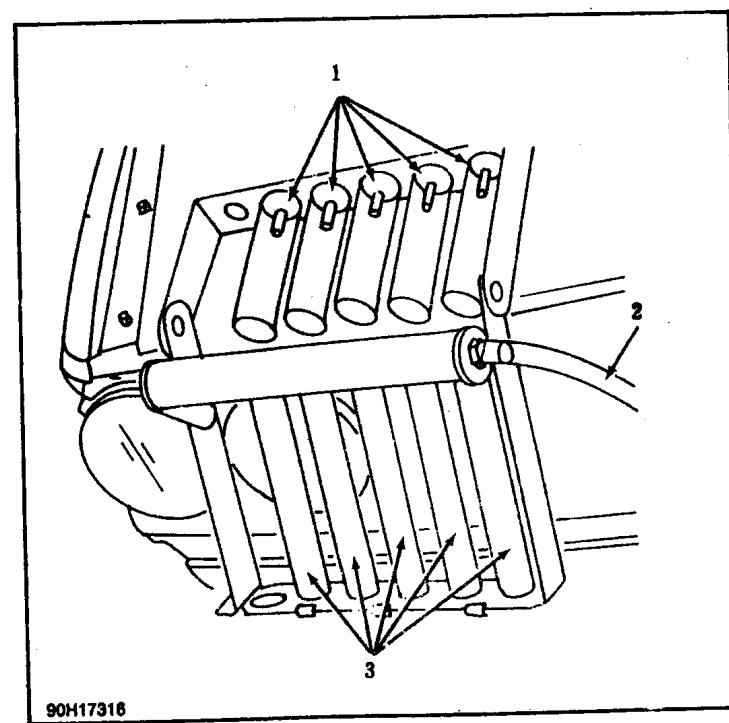

图1-10 燃油油量分析仪
1) 拆下油泵继电器,安装上跨接开关(us 4480/3),并把燃油油量分析仪(us 4480)固定在汽车的保险杠上(参见图1-10),然后从气缸头上拆下喷油器,但油管还要留在上面,最后检查喷油器上的O形环,如果有必要的话,还要进行更换。